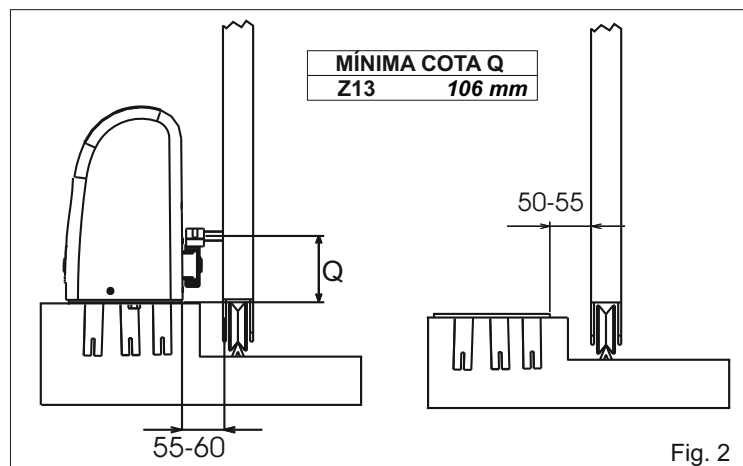
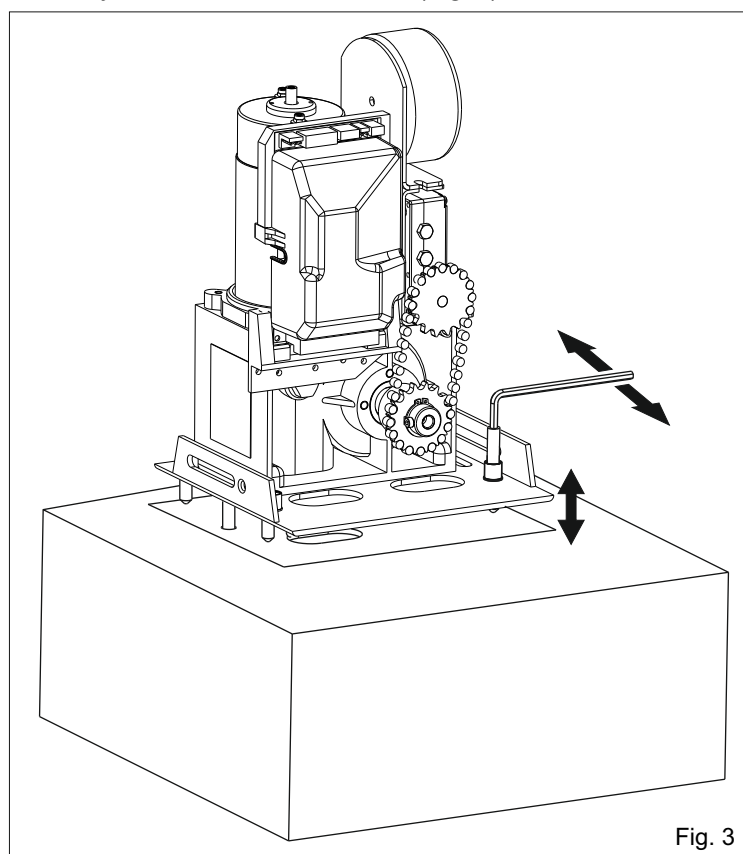

Fig. 2
Fig. 3
2.3. Antes de cementar la placa de anclaje asegurarse que la misma resulte perfectamente horizontal y que sea respetada la cota de 50 - 55 mm indicada en la Fig. 2.
3.2. Ajustar la altitud del motorreductor utilizando los cuatro tornillos en dotación (Fig.3) respetando las cuotas mencionadas en Fig. 2. Los tornillos de regulación pueden ser utilizados para corregir una nivelación anterior imperfecta de la placa de fundación.